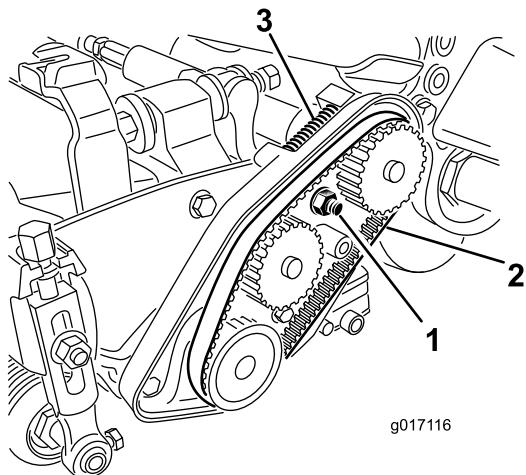

Рисунок 14
3. Ослабьте крепежную гайку корпуса подшипника (Рисунок 14).
5. Снимите ремень (Рисунок 14).
12. Убедитесь в том, что на ремень воздействует усилие от пружины сжатия (Рисунок 14).